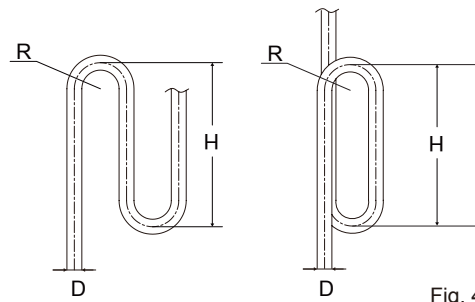

Fig. 4.11
- Lorsque l'unité extérieure est située au-dessus de l'unité intérieure et que le dénivelé dépasse 20 m, il est recommandé de prévoir un coude de retour d'huile tous les 10 m sur le tuyau de gaz de la tuyauterie principale. Les spécifications recommandées pour le coude de retour d'huile sont illustrées à la figure 4.11.
- Exigence 3** : le plus grand dénivelé entre l'unité intérieure et l'unité extérieure ne doit pas dépasser 50 m (si l'unité extérieure est au dessus) ou 40 m (si l'unité extérieure est en dessous). De plus : si l'unité extérieure se trouve au-dessus et que la différence de niveau est supérieure à 20 m, il est recommandé d'installer tous les 10 m, dans la conduite de gaz de la conduite principale, un coude de retour d'huile dont les dimensions sont indiquées à la Figure 4.11.